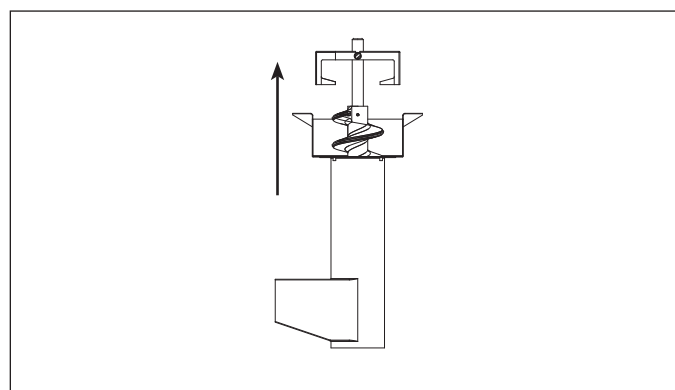

Figura 28.
5. Levante el barreno y sáquelo hacia afuera para retirarlo del motor (ver Figura 28).